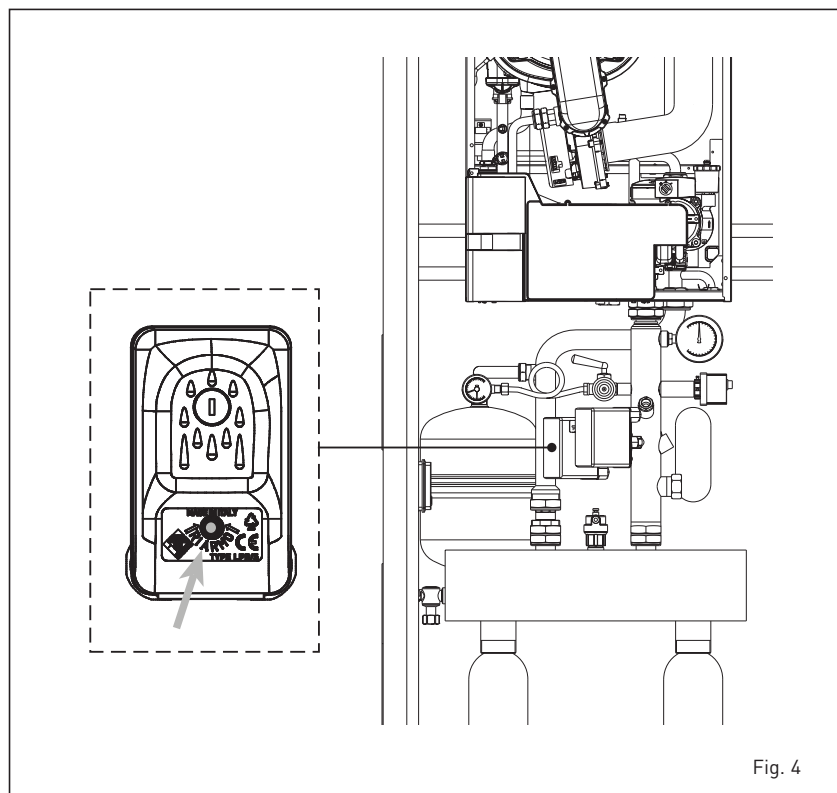

Fig. 4
2.5 FASE INICIAL DE LLENADO DE LA INSTALACIÓN (fig. 4)